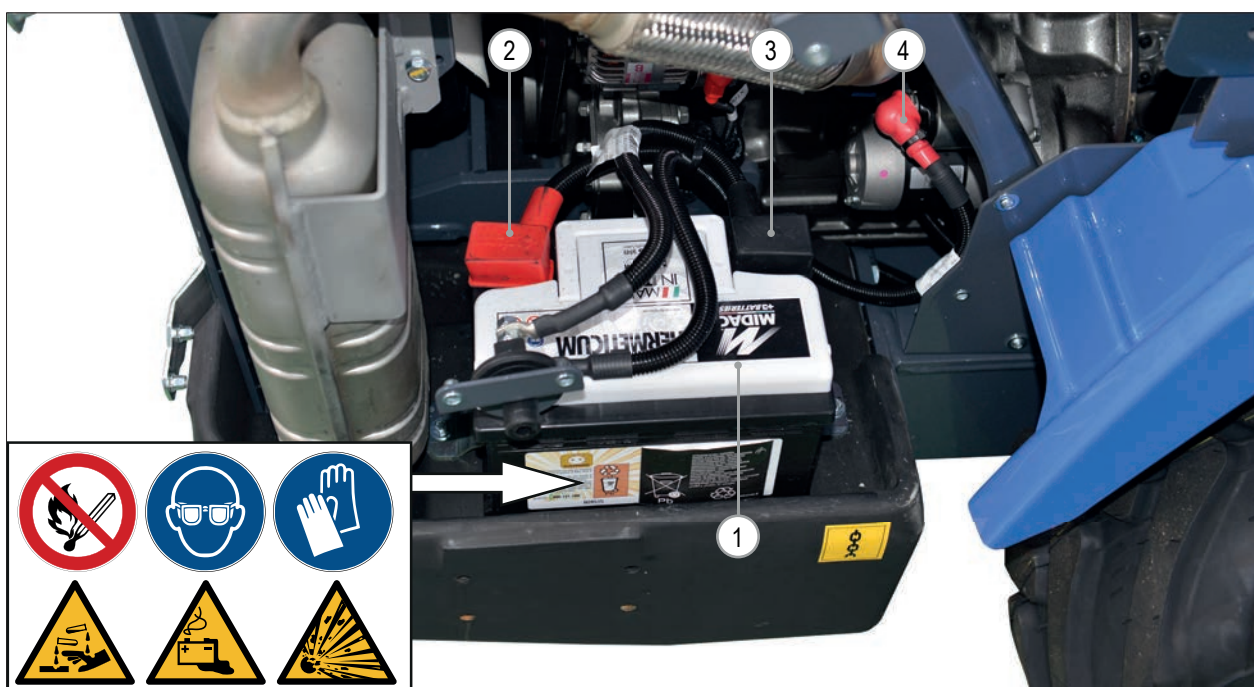

РИС. 47
- Аккумулятор (РИС. 47 Сс. 1) не поврежден, утечки отсутствуют.
- Проверьте клеммы аккумулятора (РИС. 47 - Сс. 2 - 3) на предмет следов утечек, коррозии или повреждений.